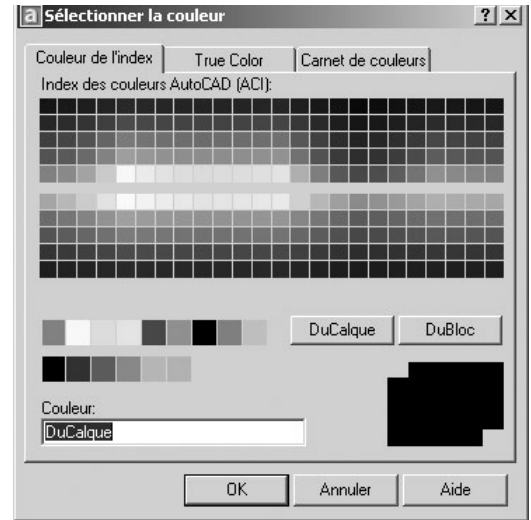

Fig.6.31
- **Couleur de l'index** (Index color) : définit des paramètres de couleur à l'aide des 255 couleurs de l'index des couleurs AutoCAD (ACI). Si l'on sélectionne une couleur ACI, son nom ou son numéro apparaît en tant que couleur courante dans la zone Couleur (Color) (fig.6.31).